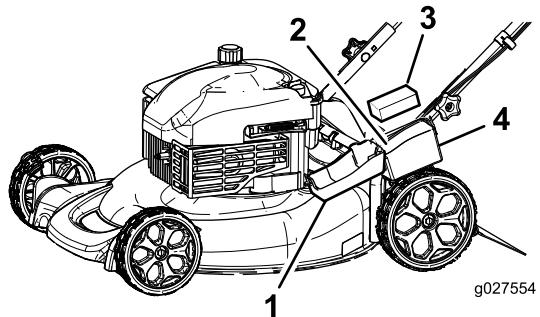

Figure 27
1. Déclipsez le couvercle de la batterie et déposez-le (Figure 27).